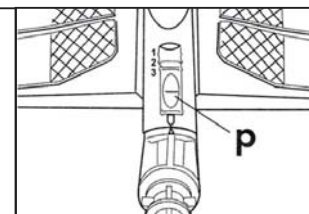

Fig. 15
- Das Knie um 180° drehen, bis die beiden Pfeile (Bürste - Knie) übereinstimmen; **Abb. 15**